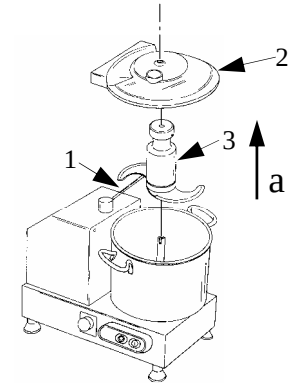

ABB.Nr. 10 - Entfernung der Messerhalterung
5.3 - DIE MESSER SCHLEIFEN (siehe ABB.Nr.10)
6.2.1 - Reinigung des Messers, des Deckels und des Behälters (ABB.Nr.10)